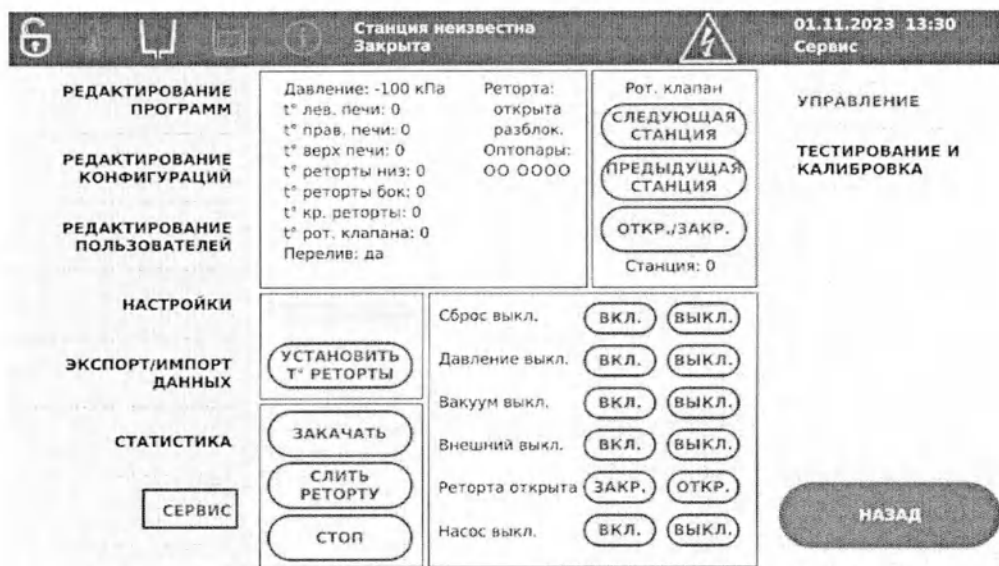

Рисунок 6.33 – Пункт меню Сервис
6.30.2 Выберите пункт меню **СЕРВИС** для доступа к основным функциям для проведения проверки работоспособности компонентов Изделия (Рисунок 6.33).